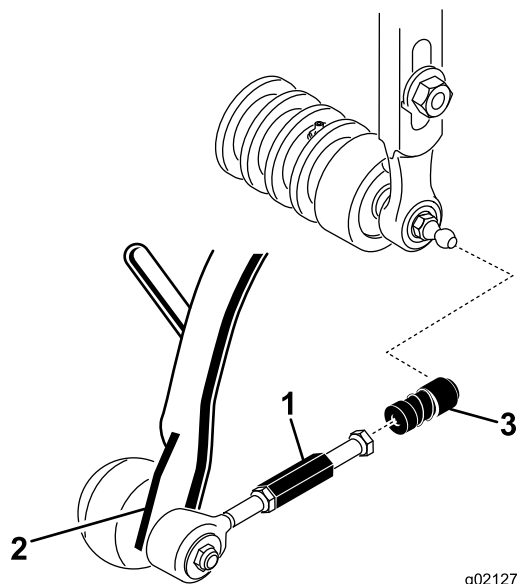

Figure 8
- Repoussez le manchon sur chaque douille de rotule et accrochez la douille sur la rotule de l'unité de coupe (Figure 8).